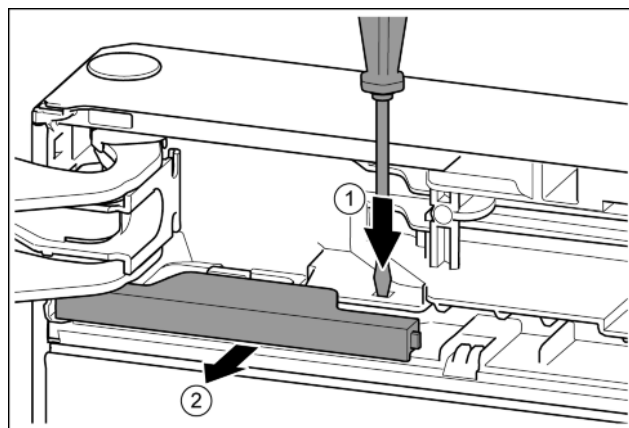

Fig. 9
► Plochým šroubovákem lamelu přitlačte. Fig. 9 (1)
► Kryt vytáhněte ze zarážky. Fig. 9 (2)